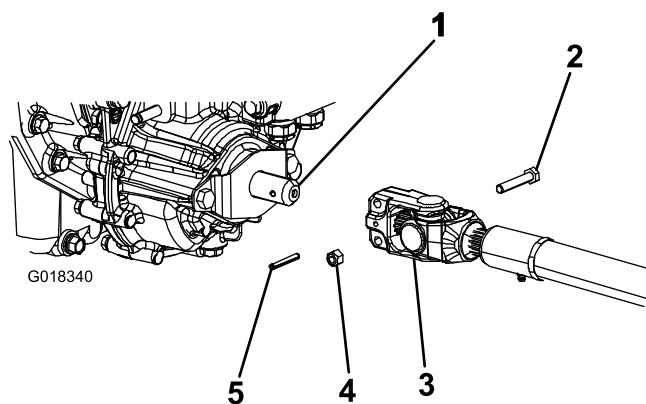

Figura 4
3. Posicione el árbol de transmisión de la TDF debajo de la parte delantera de la máquina. Asegúrese de que la horquilla del árbol de transmisión está orientada (Figura 4) hacia el árbol de la TDF de la transmisión.